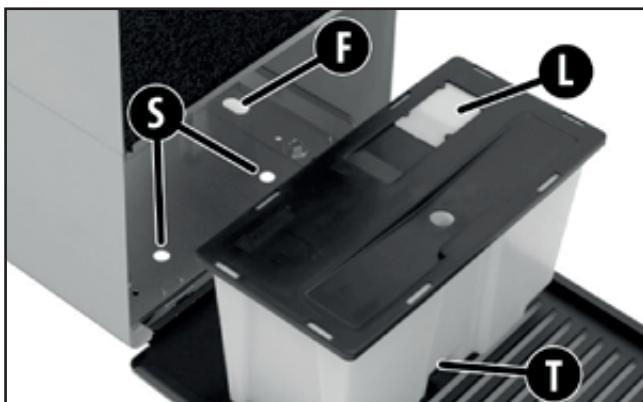

Fig.6 – Trous pour le positionnement du réservoir
Ouvrez la porte et retirez le réservoir (Fig.6). Utilisez la trappe (L) pour vider l'eau.